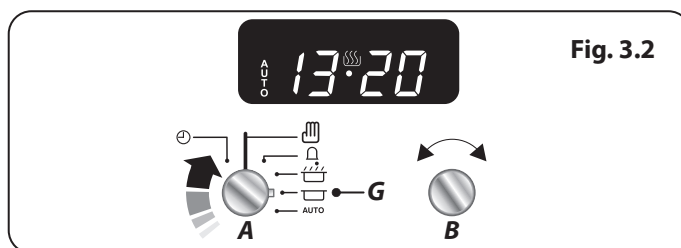

Fig. 3.2
1. Tournez le bouton du Programmateur (A) sur la position de réglage de la Minuterie (E), un clic doit se faire entendre une fois la position atteinte (Fig. 3.2).
1. Tournez le bouton de la minuterie (A) sur le réglage Heure d'arrêt (G). « AUTO » s'affichent à l'écran (Fig. 3.2).